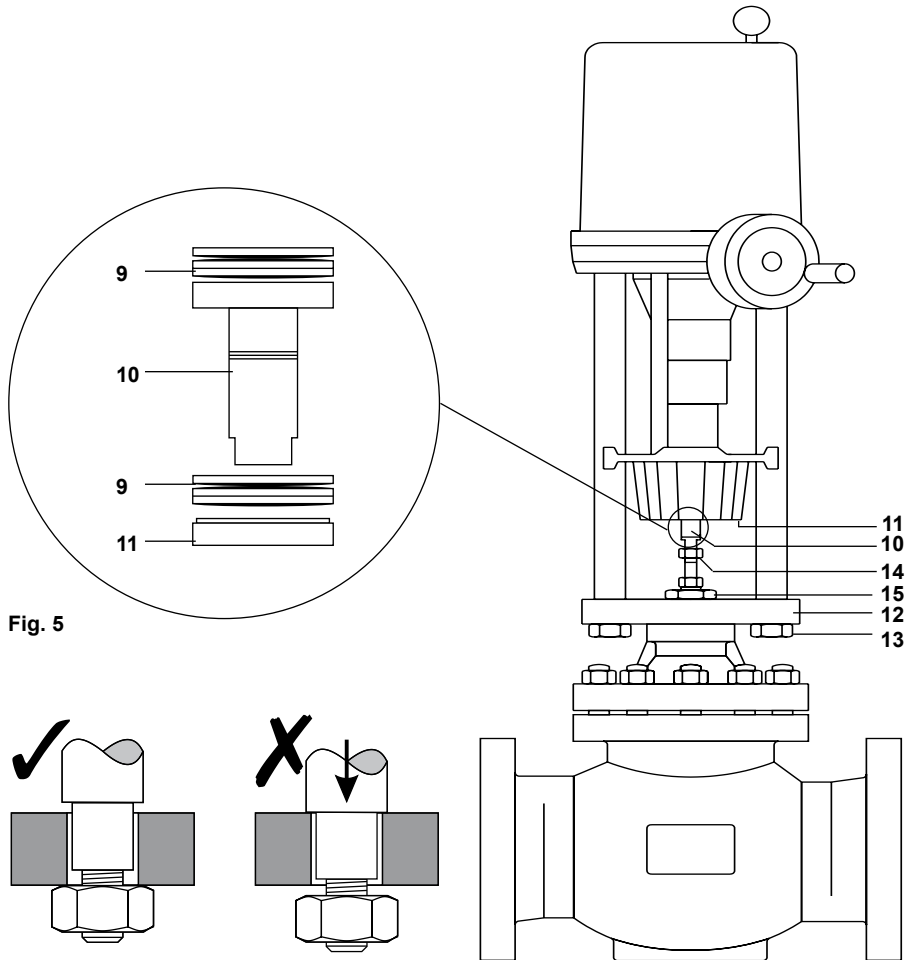

Fig. 5
Insertar el primer juego de arandelas (9, ver Fig. 5) dentro del adaptador del actuador. Después, meter el adaptador de la válvula (10) en el adaptador del actuador para empujar las arandelas a la parte superior. Insertar a mano el segundo juego de arandelas belleville (9) y la tuerca del adaptador (11) en el actuador. La tuerca debe enroscarse en el actuador hasta que esté firmemente en el actuador, no apretar tanto que impida que pueda girar el adaptador.